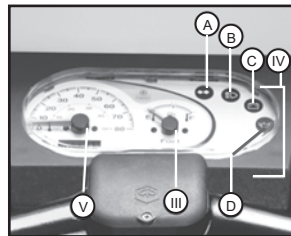

Fig. 12
III) Indicador de combustible - (Consulte la Fig. 12)
(Consulte la Fig. 12)
V) Velocímetro (Consulte la Fig.12)